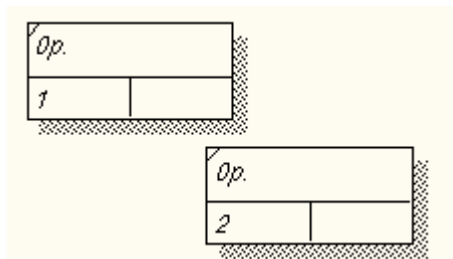

Рис. 6.1. Обозначение работы в диаграмме IDEF3
- изображаются *прямоугольниками с прямыми углами (рис. 6.1.)*;